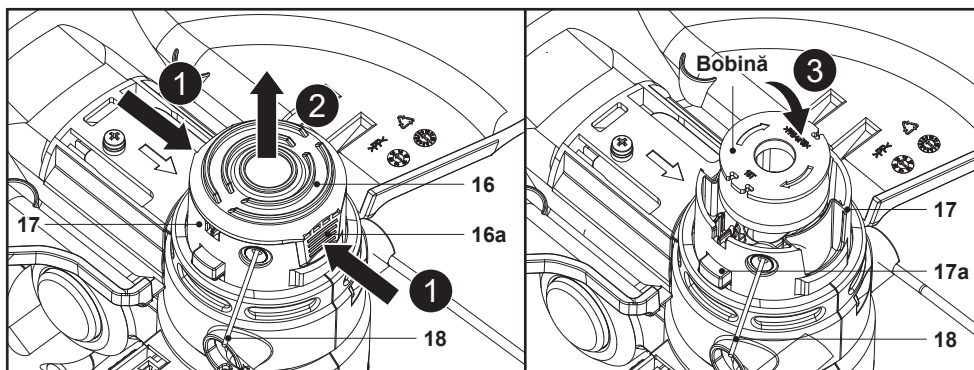
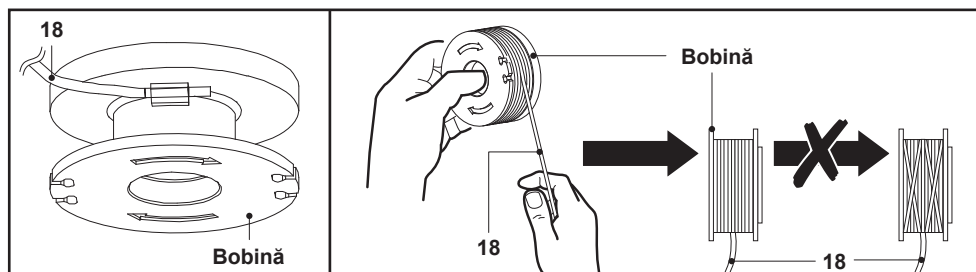

Fig. 10
Fig. 11
1. Scoate acumulatorul (19).
2. Deschide carcasa bobinei (17): Apasă simultan pe cele două cleme de eliberare (16a) ale capacului bobinei (16) (fig. 10). Poți folosi o unealtă (de exemplu, o șurubelniță) ca să ridici capacul bobinei.
3. Scoate capacul bobinei (16) (fig. 10).
5. Dirijează în exterior capătul firului de tăiere (18) al bobinei noi prin fanta din carcasa bobinei (17). Trage circa 15 cm de fir de tăiere la exteriorul carcasei.
6. Introdu bobina nouă în carcasă (17) (fig. 10).
7. Pune capacul (16) înapoi pe carcasa bobinei (17). Asigură-te că cele două cleme de eliberare (16a) se angajează în locașurile carcasei.
5. Aruncă resturile de fir (18) de pe bobină.
6. Curăță bobina și carcasa (17).
7. Taie un fir (18) nou lung de 4 m cu diametrul de 1,6 mm.
8. Dirijează un capăt al noului fir de tăiere (18) prin micile orificii de pe bobină în direcția săgeților (fig. 11).
9. Rulează strâns tot firul de tăiere (18) în jurul bobinei în direcția săgeților de pe aceasta (fig. 11).